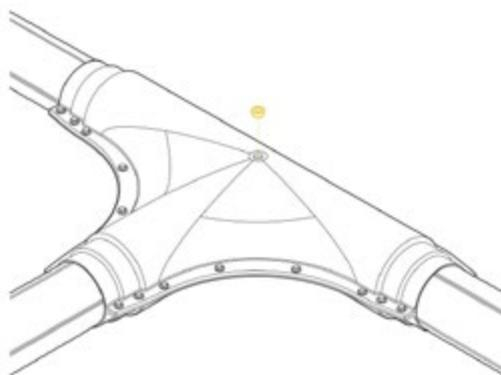

Рис. 5.9.8
**8.** После завершения процесса пенообразования закрутить герметизирующую пробку (рис. 5.9.8).